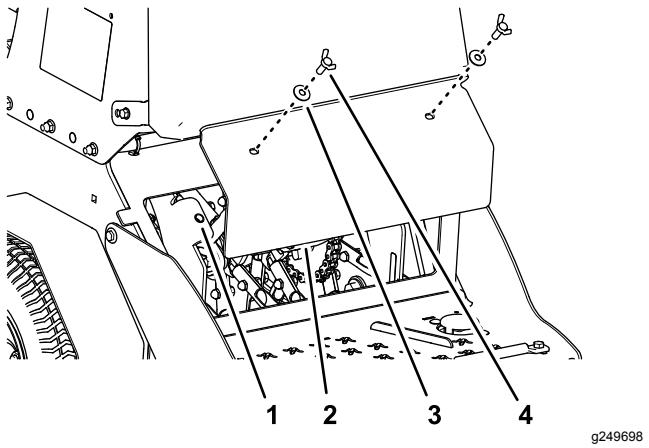

Figure 57
3. Retirez les 2 vis à oreilles ($\frac{3}{8}$ x 1 po) et les 2 rondelles ($\frac{3}{8}$ po) qui fixent le panneau arrière au châssis, et déposez le panneau (Figure 57).
6. Alignez les trous du panneau arrière et les trous du châssis (Figure 57).
7. Fixez le panneau au châssis au moyen des 2 vis à oreilles et des 2 rondelles (Figure 57) que vous avez retirées à l'opération 3; serrez les vis à un couple de 37 à 45 N·m (27 à 33 po-lb)